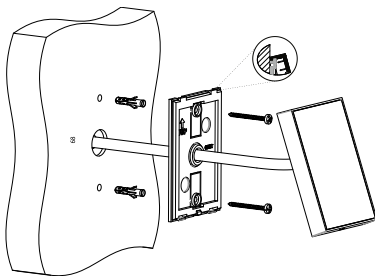

Рис. 2: Установка считывателя карт
3. Выровняйте считыватель по верхнему краю монтажной площадки (Рис. 2) и защелкните его.
4. Затем закрепите считыватель карт с помощью стопорного винта (4).